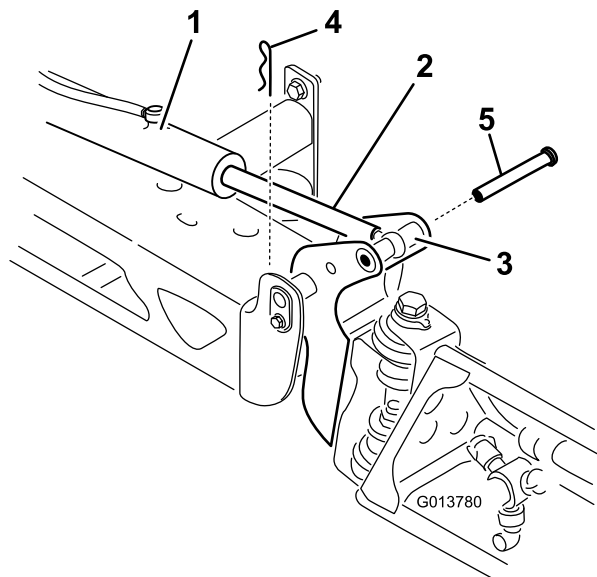

Figura 93
2. Îndepărtați cuiul spintecat de la fusul de basculare (Figura 93).
3. Ridicați brațul și îndepărtați știftul (Figura 93) și coborâți încet brațul la sol.
9. În timp ce susțineți brațul, introduceți știftul atât prin pivotul brațului, cât și prin tija dispozitivului de acționare (Figura 93).